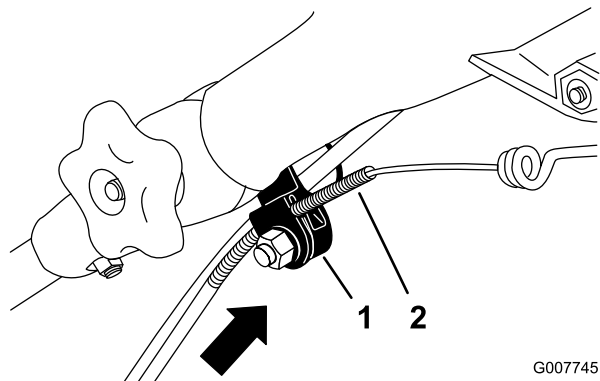

Figure 44
**Remarque:** Vous pouvez placer une règle graduée contre la face supérieure du support de câble noir et mesurer le déplacement de l'extrémité supérieure de la gaine (Figure 44).